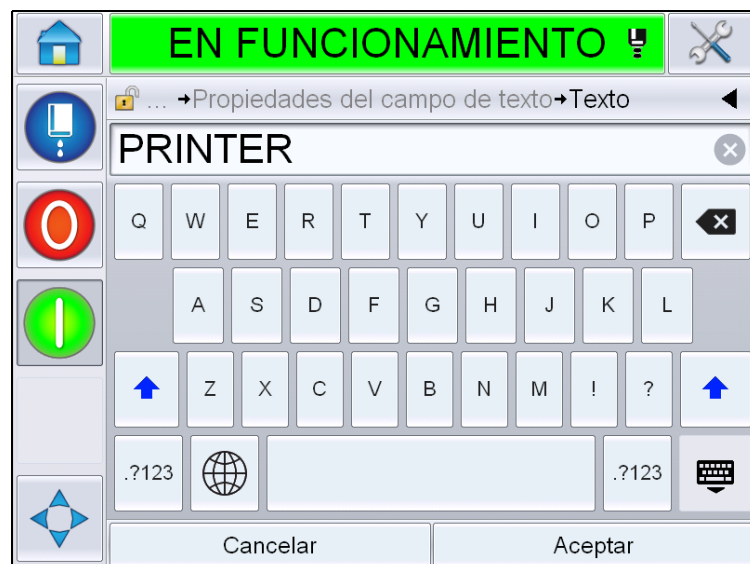

Figura 5-35: Cómo introducir texto libre
- 15 Toque . Muestra la página *Add Field (Agregar campo)*. Seleccione el campo de texto libre. Muestra la página *QWERTY* para ingresar el texto libre. (Figura 5-35).